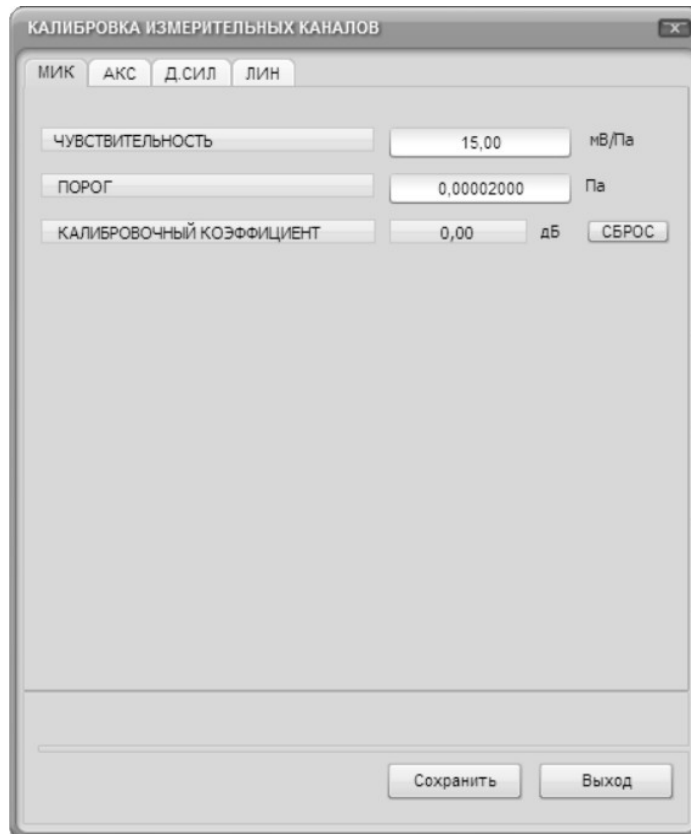

Рисунок 6 – Общий вид экранной формы «КАЛИБРОВКА ИЗМЕРИТЕЛЬНЫХ КАНАЛОВ» при работе с каналом «МИК»
10.3.2 При выборе канала «МИК» на монитор выводится экранная форма, приведенная на рис. 6.